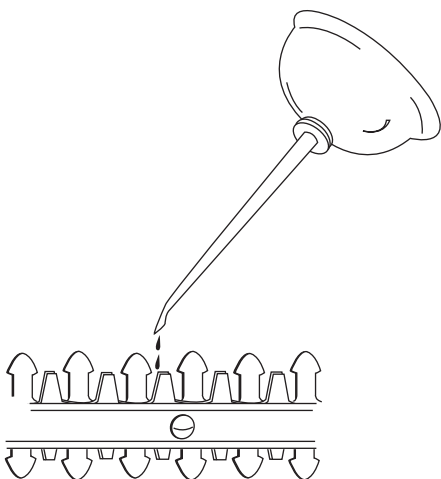

Fig. 6
1. Pour faciliter l'utilisation et prolonger la durée de vie de la lame du taille-haies, lubrifiez-la avant et après chaque utilisation. Avant de lubrifier, assurez-vous que l'interrupteur de la tête d'entraînement est en position OFF. Appliquez une huile de machine légère le long du bord de la bande supérieure (Fig. 6).